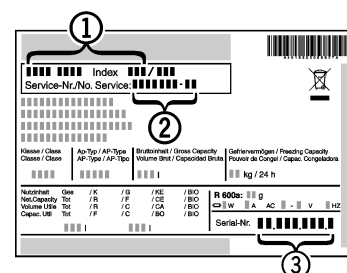

Fig. 9
- Denominación del aparato *Fig. 9 (1)*, nº del servicio técnico *Fig. 9 (2)* y nº de serie *Fig. 9 (3)* en la placa de identificación. La placa de identificación se encuentra en la parte interior izquierda del aparato.
- Informe al servicio postventa e indique el fallo, la denominación del aparato *Fig. 9 (1)*, el nº del servicio técnico *Fig. 9 (2)* y el nº de serie *Fig. 9 (3)*.